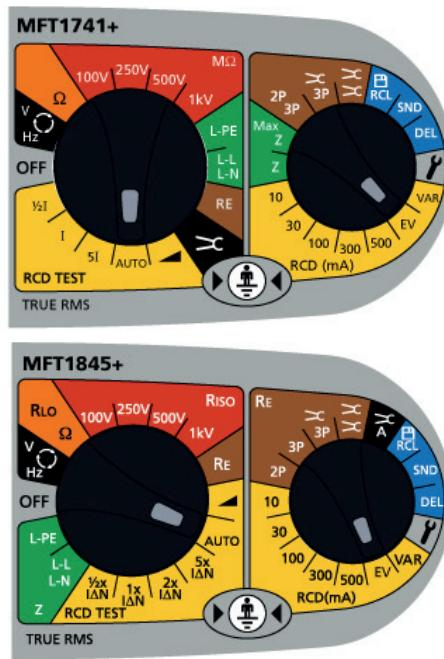

Bild 1, Schalteinstellungen
1. Wählen Sie den automatischen Ablauf („auto“) auf dem linken Bereichsschalter (sehen Sie Bild 1).